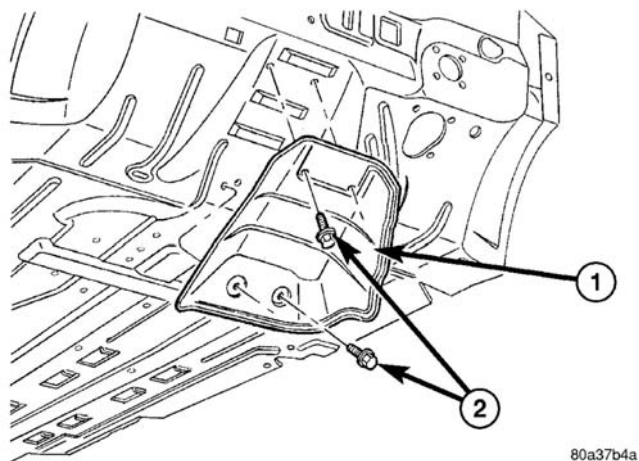
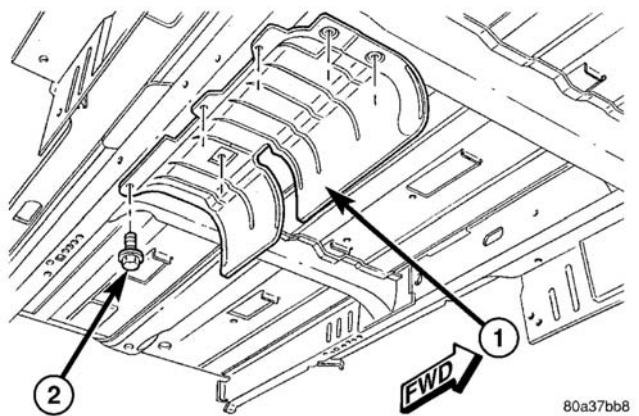
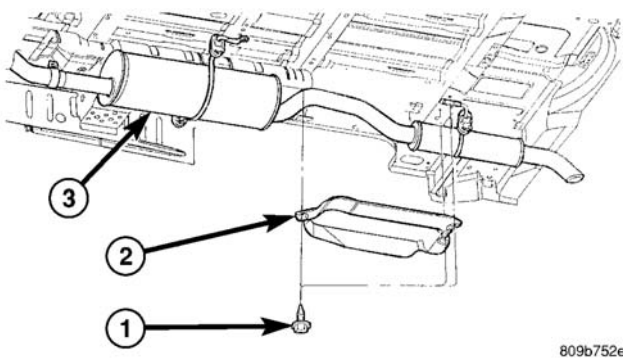

图 7 催化转换器隔热层
图 8 消音器隔热层
图 9 共振器管隔热层
排气系统隔热层（图 7）、（图 8），或（图 9）均连接至车身下部。全轮驱动（AWD）车辆有额外的隔热层固定于催化转换器上。
- (1) 用吊车顶起车辆。
- (2) 拆卸连接至隔热层的紧固件（图 7）、（图 8）或（图 9）。
- (3) 拆卸隔热层。
- (1) 将隔热层定位于车身底部。
- (2) 安装隔热层紧固件，并将其拧紧至 2.6N·m(23in.lbs.)（图 7）（图 8）或（图 9）。
- (3) 降下车辆。